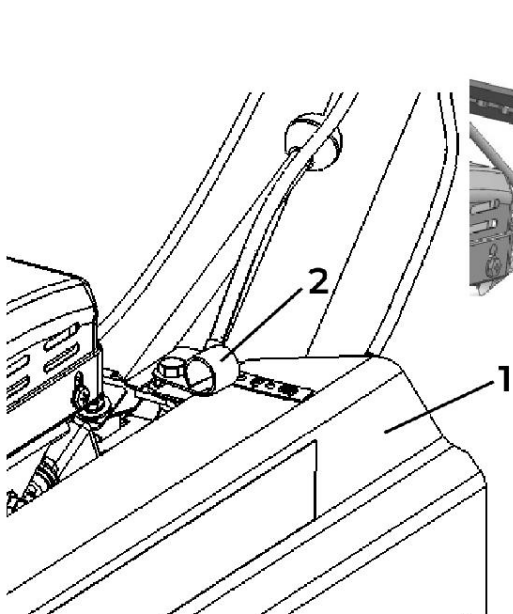
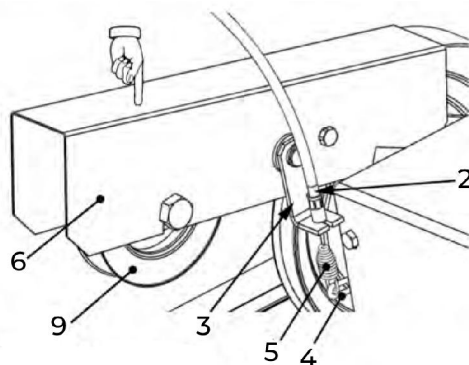
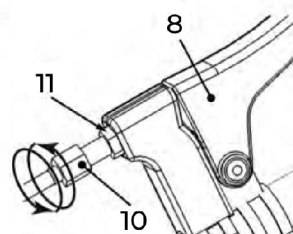

рис. 22
рис. 29
рис. 30
Установить направляющую троса (2) (рис. 22 – 24).
Провести трос сцепления через мотоблок, как показано на схеме в приложении 2, и обязательно продеть трос сцепления через направляющую (2) (рис. 22 – 24). Крючок пружины (5) троса зацепить за скобу (4). Нажав рукой на рычаг сцепления (6) завести наконечник оболочки троса (2) в упор (3) (рис. 29). Отрегулировать нажим натяжного шкива (7) рычага сцепления (8) с помощью винта (10) и гайки (11) (рис. 30).